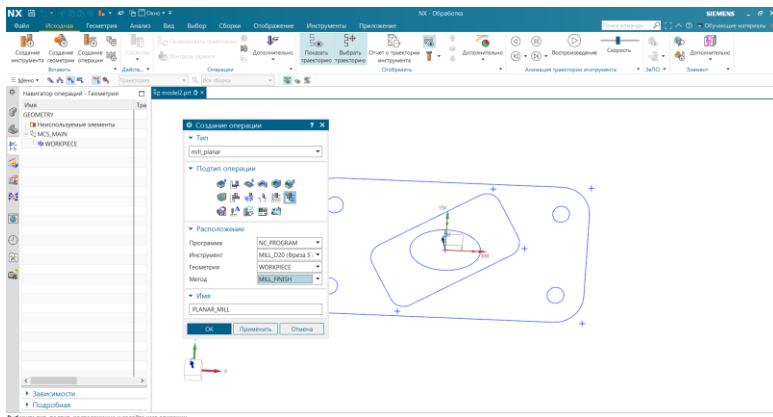
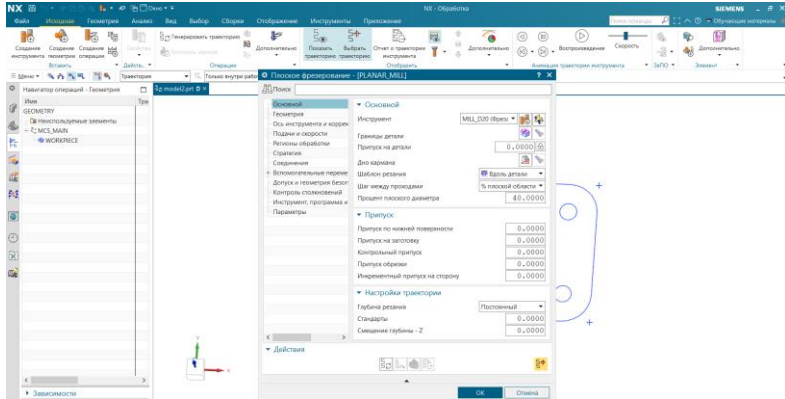

Рисунок 4.4 – Створення операції
Рисунок 4.5 – Параметры операции PLANAR\_MILL
4. Виконайте команду створення операції planar mill - PLANAR\_MILL (рис. 4.4) – з'явиться діалогове вікно налаштувань операції (рис. 4.5).